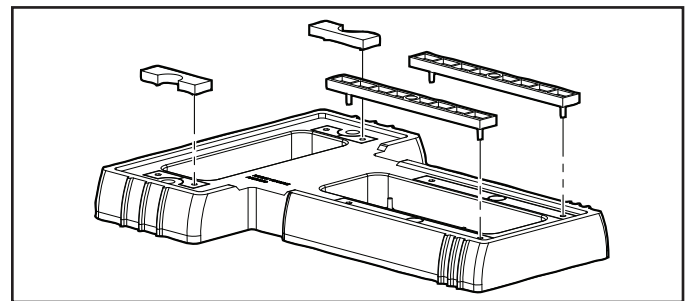

Figura 7. Presione los distanciadores hasta que queden en su lugar
- Alinee los pines de los cuatro distanciadores con los orificios de la base. Presione los distanciadores en su lugar. Consulte la Figura 7.